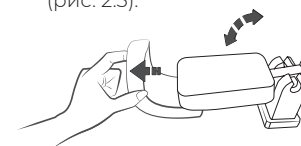

Рис. 2.1
2. Удалите транспортировочную упаковку изнутри прибора, а также выньте уплотнитель из-под поплавка (рис. 2.1).